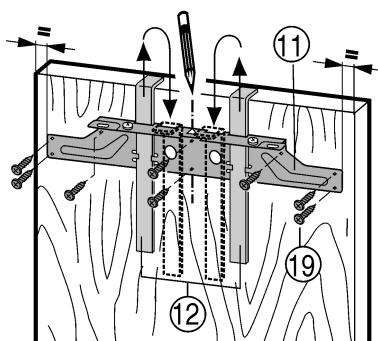

Fig. 18
- Accrocher la traverse de fixation Fig. 18 (11) avec les gabarits de montage Fig. 18 (12) du côté intérieur de la porte du placard.
- Aligner la traverse de fixation Fig. 18 (11) sur le milieu de la porte.
- Visser la traverse de fixation Fig. 18 (11) en utilisant au moins 6 vis Fig. 18 (19).
- Visser la traverse de fixation Fig. 18 (11) en fixant 4 vis Fig. 18 (19) au bord.
- Tirer les accessoires de montage Fig. 18 (12) vers le haut et les enfoncer pivotées dans les trous situés à côté.